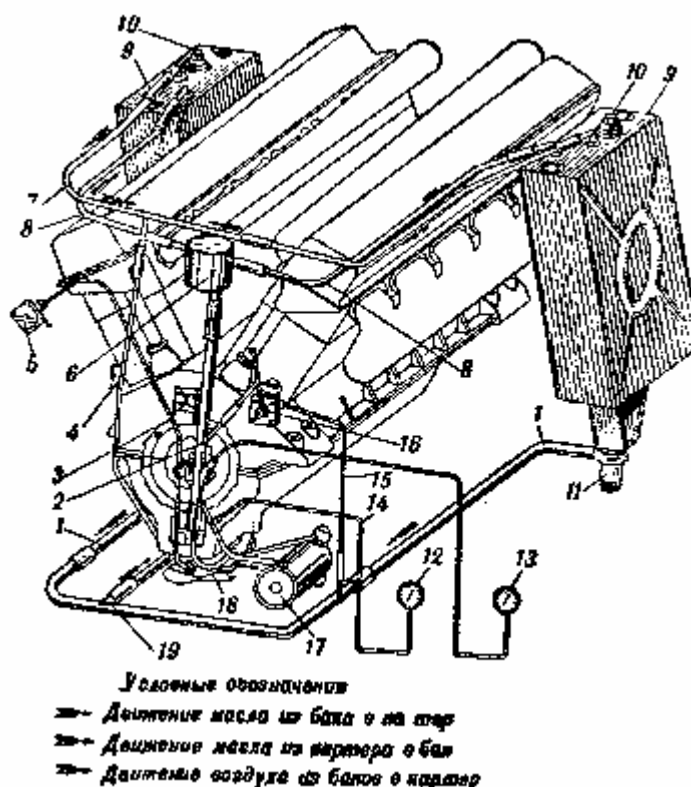

Рис. 69. Схема смазки двигателя:
Составными частями масляной системы (рис. 69) являются: масляные баки, масляный насос, масляный фильтр, ручной маслоподкачивающий насос, масляные трубопроводы и контрольные приборы — манометр и аэротермометр.
Масляные баки 9 (см. рис. 69) устанавливаются в моторном отделении с обеих сторон двигателя, у бортов танка. При таком расположении баков поток наружного воздуха, всасываемого внутрь танка вентилятором, омывает их стенки и охлаждает находящееся в баках масло.
К трубке, идущей от масляного фильтра 17 (см. рис. 69) в крышке центрального подвода, присоединён приёмник масляного манометра, который соединён с масляным манометром капиллярной трубкой 14, заполненной незамерзающей жидкостью. Масляный манометр показывает давление масла, поступающего в коленчатый вал двигателя. К трубке 2, идущей от масляного насоса 18 к уравнительному бачку 6, присоединён штуцером приёмник дистанционного азотермометра 13, измеряющего температуру выходящего из двигателя масла. Масляный манометр и азотермометр монтируют на щитке контрольных приборов перед водителем танка.
Обе пары откачивающих шестерён подают выходящее из двигателя МАСЛО сначала вверх по трубке в уравнивательный бачок (см. рис. 69), а затем далее по трубкам в масляные баки. Уравнивательный бачок служит для равномерного распределения масла между обоими баками.
- 1) вывернуть из днища корпуса под масляным баком заглушки, а из бака сливную пробку 11 (см. рис. 69) с фильтром;